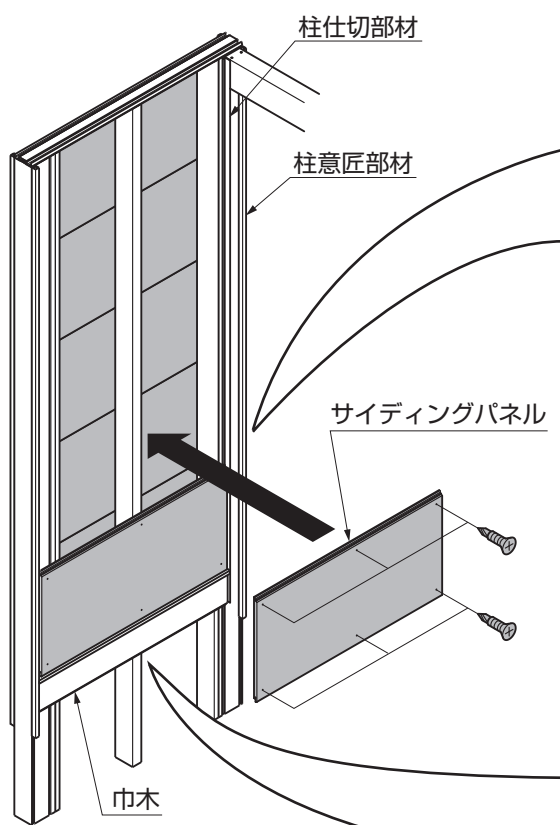
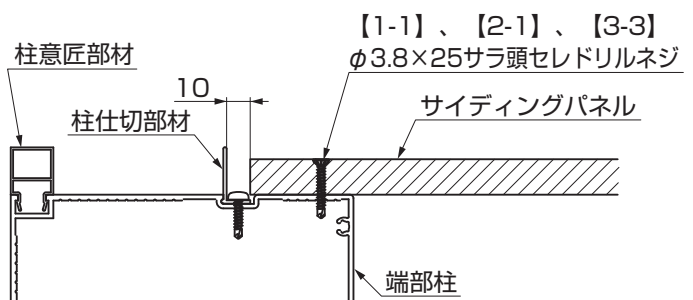
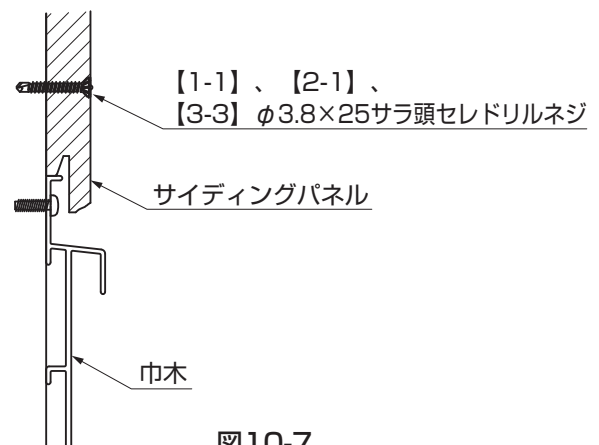

図10-5
図10-6
図10-7
②サイディングパネルを【1-1】または、【2-1】、【3-3】で取付けてください。(図10-5、図10-6、図10-7参照)